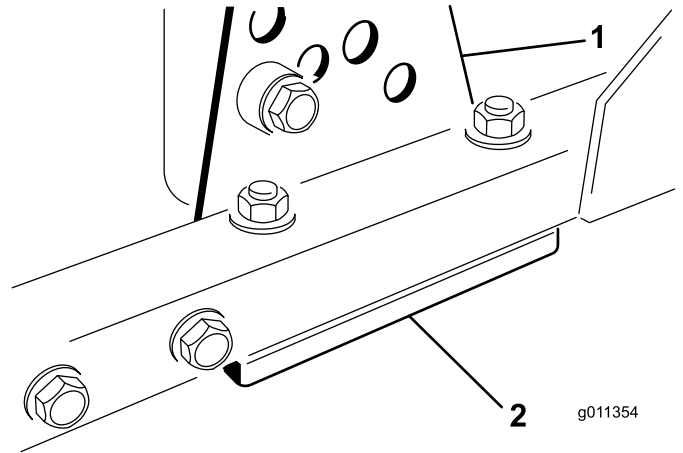

Figura 13
1. Retire el soporte de altura de corte (delantero, izquierdo o derecho) del bastidor de la carcasa (Figura 13).
2. Coloque suplementos de 1,5 mm y/o 0,76 mm entre el bastidor de la carcasa y el soporte hasta lograr el ajuste de altura deseado (Figura 13).